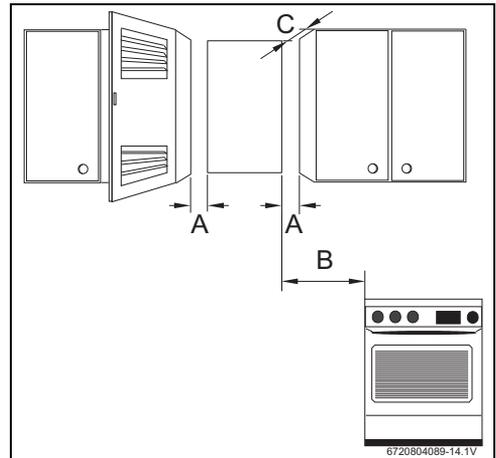

Fig. 17 Distances minimales
- ▶ Respecter les distances minimales indiquées dans la fig. 17.
- ▶ Assurer l'accès libre pour les opérations de maintenance et respecter les distances minimales indiquées dans la figure 17.